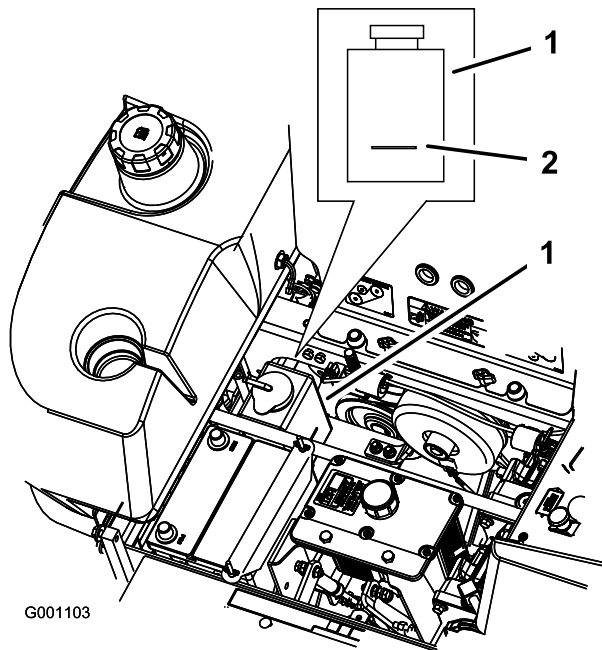

Figure 84
3. Lorsque le moteur est froid, vérifiez le niveau de liquide dans le vase d'expansion. Le liquide doit atteindre la bosse à l'extérieur du vase d'expansion (Figure 84).
4. Si le niveau de liquide est insuffisant, versez un mélange 50/50 d'antigel longue durée/Dex-Cool® et d'eau dans le vase d'expansion (Figure 84).
5. Versez une quantité suffisante de mélange 50/50 dans le vase d'expansion pour atteindre le trait de repère (Figure 84).